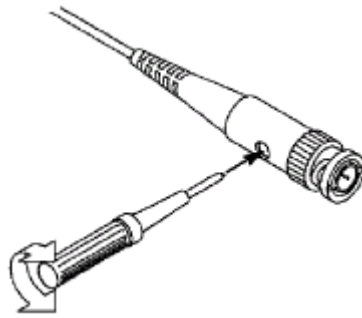

图 3-8: 探头调整
- 2、 检查所显示的波形，调节探头，直到补偿正确。见图 3-7，图 3-8。